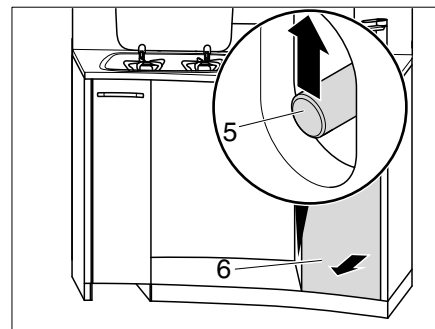

Bild 134 Låsa upp hög kökslåda
- Ta tag genom öppningen och skjut skjutstången (Bild 134,5) uppåt.